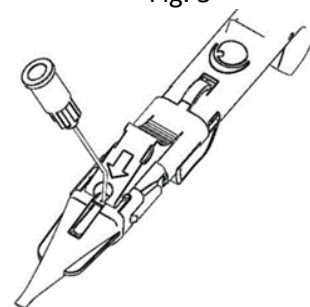

Fig. 4
7. Introdurre nel lume situato davanti alla sicura rossa la cannula (23G o superiore) di una siringa contenente sostanza viscoelastica. Iniettare la sostanza viscoelastica attraverso il lume come illustrato in Fig. 4. Riempire l'ugello della cartuccia fino a metà è sufficiente.